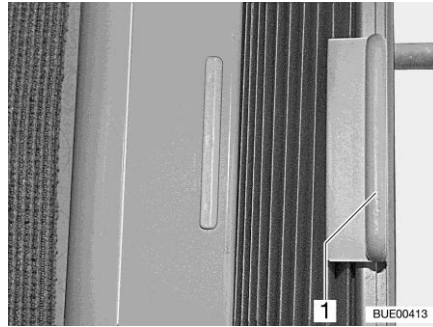

Fig. 37 Tendina oscurante pieghevole
- Tenere la tendina oscurante pieghevole per la maniglia (Fig. 37,1) e spingere verso sinistra o verso destra.